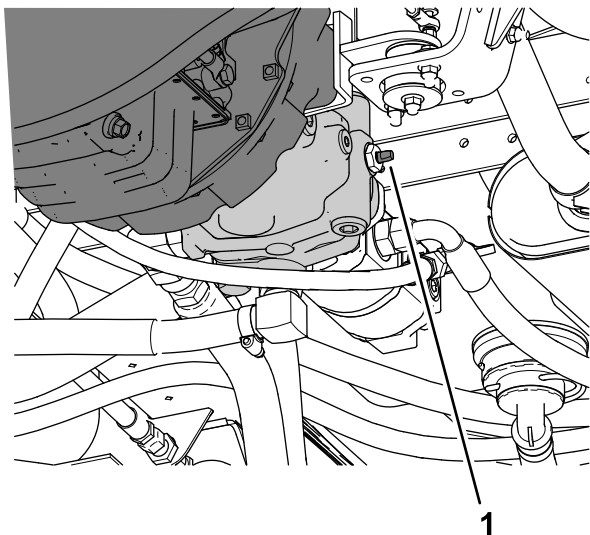

Рисунок 57
3. Поверните буксировочный клапан (Рисунок 57) на 90 градусов в любом направлении, чтобы открыть его.